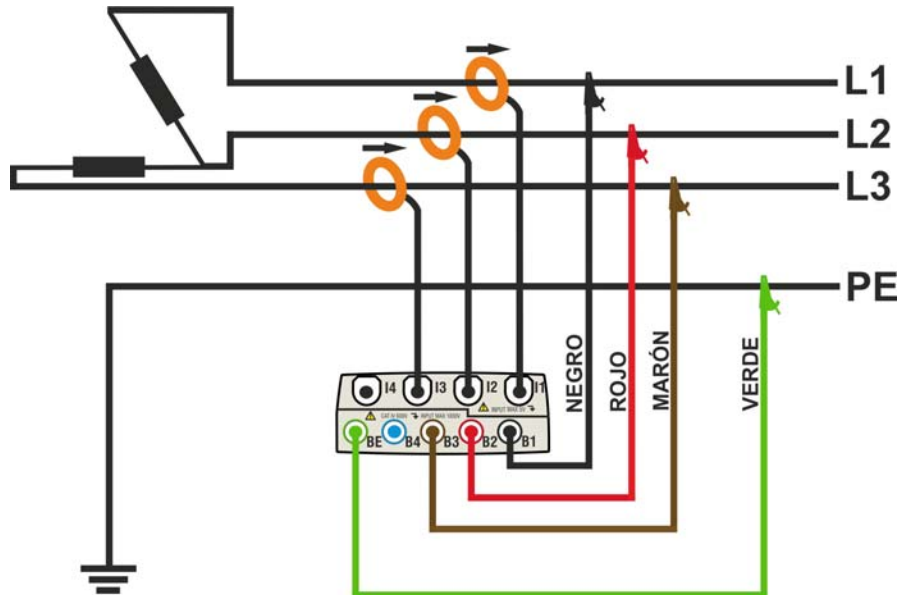

Fig. 110: Conexión del instrumento en un sistema Trifásico 3-hilos 3POD
2. Conecte los cables de medida de tensión sobre los conductores de L1, L2, L3 y N respetando los colores como muestra la Fig. 110. **Verifique en el visualizador la indicación "123" relativa al correcto sentido cíclico de las fases** (ver el § 5.2.1) y efectuar las oportunas correcciones hasta cumplir tal situación.
3. Conecte las pinzas de corriente sobre el conductor L1, L2, L3 como muestra en la Fig. 110 **respetando el sentido de la flecha** presente sobre la misma pinza que indica la dirección convencional de la corriente desde el generador a la carga. **Verifique siempre (seleccionando preliminarmente el sistema 3-hilos), en la pantalla de la sección Visualización Medida, que las Potencias Activas P1, P2, P3 sean siempre positivas y que el factor de potencia Pf1, Pf2, Pf3 sea correspondiente a la carga, normalmente inductivo**, antes de activar un registro. En caso de valores negativos de las potencias activas gire la pinza 180° sobre el conductor interesado.